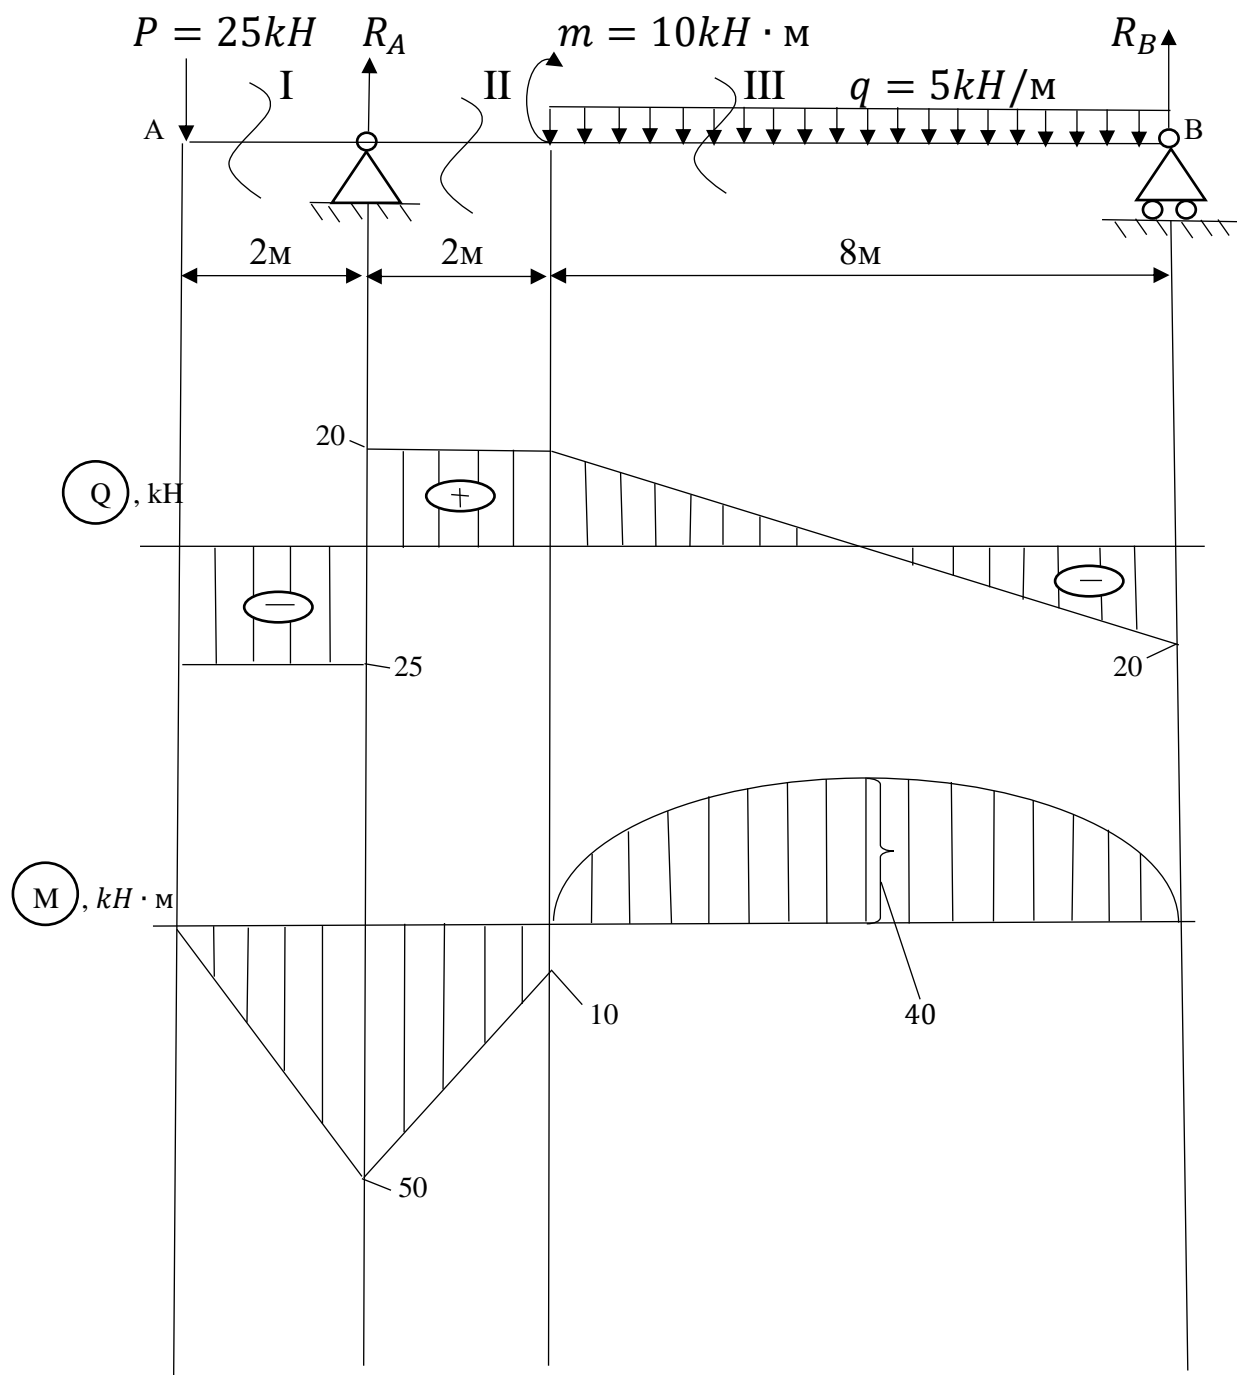

Рисунок 2 – Эпюры поперечных сил и изгибающих моментов
3. Строим эпюры поперечных сил и изгибающих моментов (рис.2) и определяем максимальный изгибающий момент: